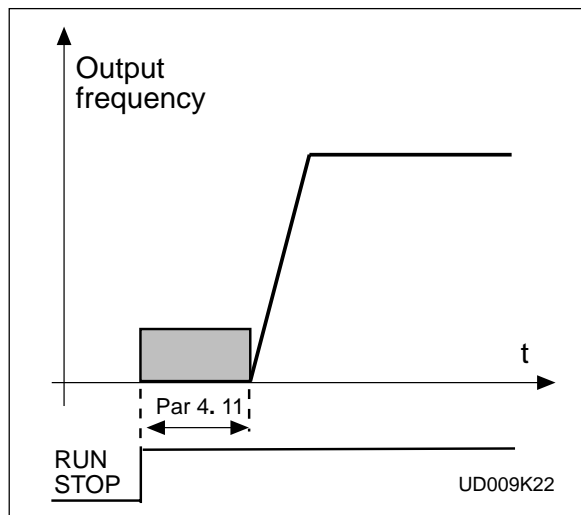

Figura 5.5-20 Frenatura in CC all'Avvio
- >0** Freno in CC attivo quando viene dato il comando di Avvio. Questo parametro definisce il tempo di rilascio del freno. Dopo il rilascio del freno la frequenza di uscita aumenta seguendo il parametro della funzione Avvio 4.6 e i parametri di accelerazione (1.3, 4.1o 4.2, 4.3), si veda figura 5.5-20.